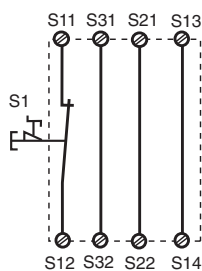
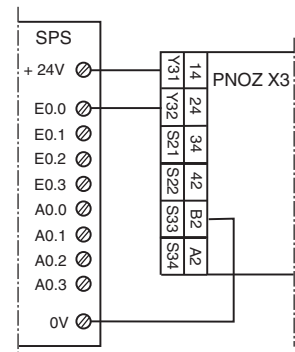

Fig. 2: Eingangskreis einkanalig, automat. Start/Single-channel input circuit, automatic reset/Commande par 1 canal, validation automatique
Fig. 10: Anschlussbeispiel für Halbleiterausgang/Connection of semiconductor output/Câblage de la sortie statique
In Fig. 2 ... Fig. 10 sind Anschlussbeispiele für NOT-AUS-Beschaltung mit automatischem und überwachtem Start, Schutztürsteuerungen sowie Kontaktvervielfachung durch externe Schütze dargestellt.
- Fig. 2 und 7: Das Gerät startet bei Spannungsausfall und -wiederkehr automatisch. Verhindern Sie einen unerwarteten Wiederanlauf durch externe Schaltungsmaßnahmen.
- Fig. 2 und 7: **keine** Verbindung S33-S34
In Fig. 2 ... Fig. 10 are connection examples for Emergency Stop wiring with automatic and monitored reset. Safety gate controls as well as contact expansion via external contactors.
- Fig. 2 and 7: the device starts automatically after loss of power. You should prevent an unintended start-up by using external circuitry measures.
- Fig. 2 and 7: S33-S34 **not** connected
Les figures 2 à 10 représentent les différents câblages possibles du PNOZ X3 à savoir : poussoir AU avec réarmement automatique ou auto-côntrolé, interrupteurs de position et augmentation du nombre des contacts de sécurité par contacteurs externes.
- Fig. 2 et 7: l'appareil se réarme automatiquement après une coupure et une remise sous tension. Evitez tout risque de redémarrage par un câblage externe approprié.
- Fig. 2 et 7: **pas** de câblage sur S33-S34